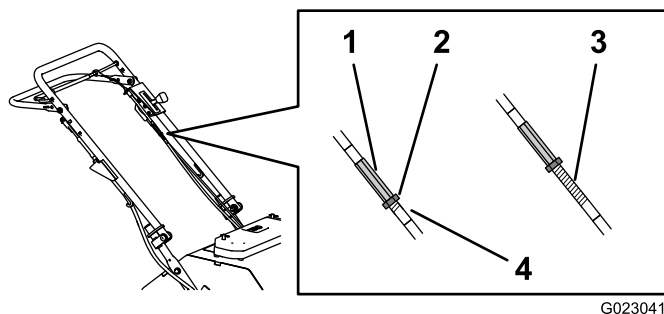
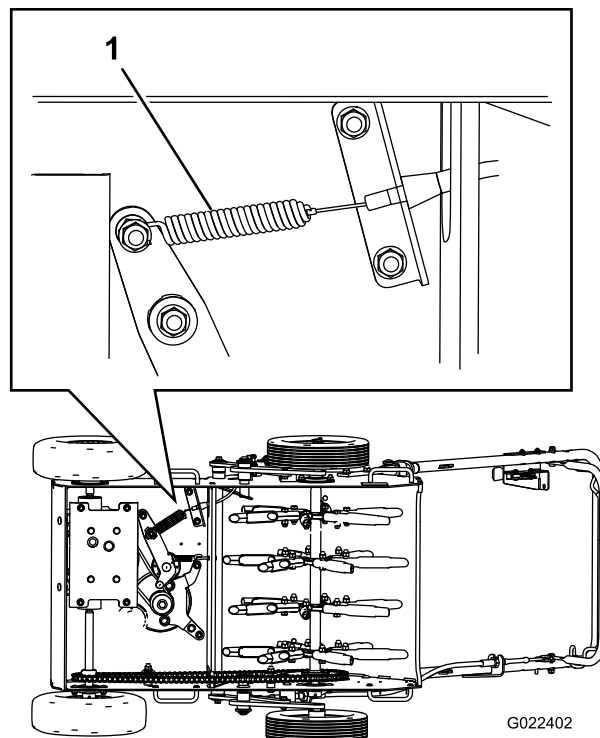

Figure 35
Figure 36
A. Desserrez l'écrou de blocage (Figure 35) sur le câble de commande de déplacement.
B. Réglez le raccord de câble (Figure 35) de 3 mm (1/8 po) à la fois jusqu'à ce que le ressort (Figure 36) soit tendu d'environ 10 mm (3/8 po) par rapport à sa position d'origine (détendu).
Pour accroître la tension de la courroie, tournez le raccord de câble dans le sens antihoraire, pour exposer **plus** de filets. Pour réduire la tension de la courroie, tournez le raccord de câble dans le sens horaire, pour exposer **moins** de filets (Figure 35).